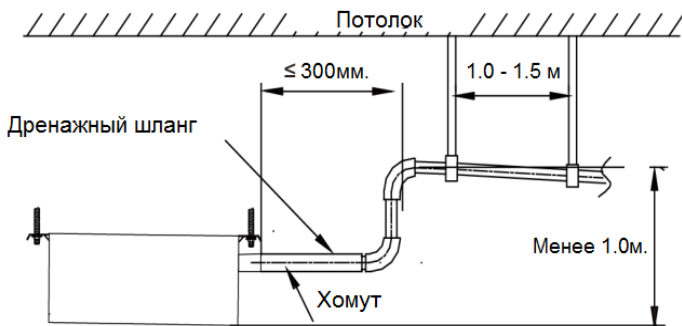
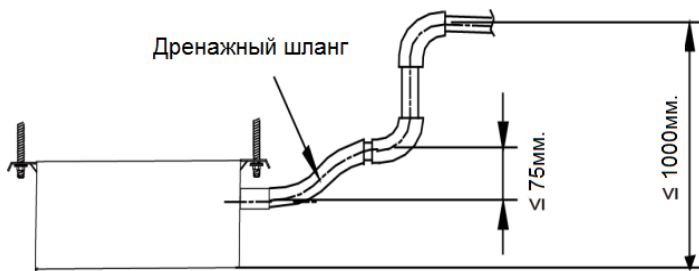

Рис. 4.24
Рис. 4.25
- 3) Дренажный шланг для блоков, оснащенных насосом для отвода конденсата, должно проходить в соответствии с рис.4.24. Перепад высоты для начального участка дренажного шланга должен составлять не более 75 мм, см рис. 4.25.